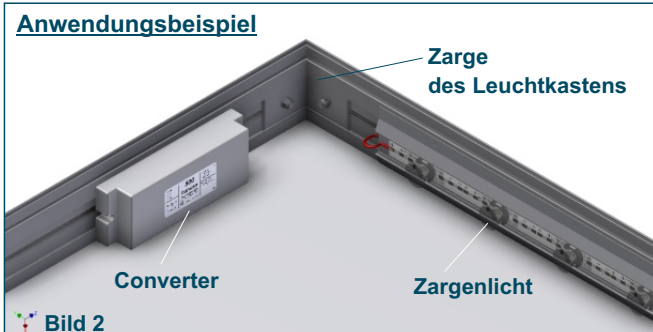

Bild 2
- Die Zargenlichter werden an der Zargen-Innenseite des Leuchtkastens montiert. Die LEDs leuchten im Kasten parallel zur Rückwand mit „Blickrichtung“ zur gegenüber liegenden Zarge (siehe Bild 2).
- Die Converter können im Leuchtkasten montiert werden, in der Regel erfolgt dies an den beiden Zargenblechen, an denen sich keine LEDs befinden (siehe Bild 2).